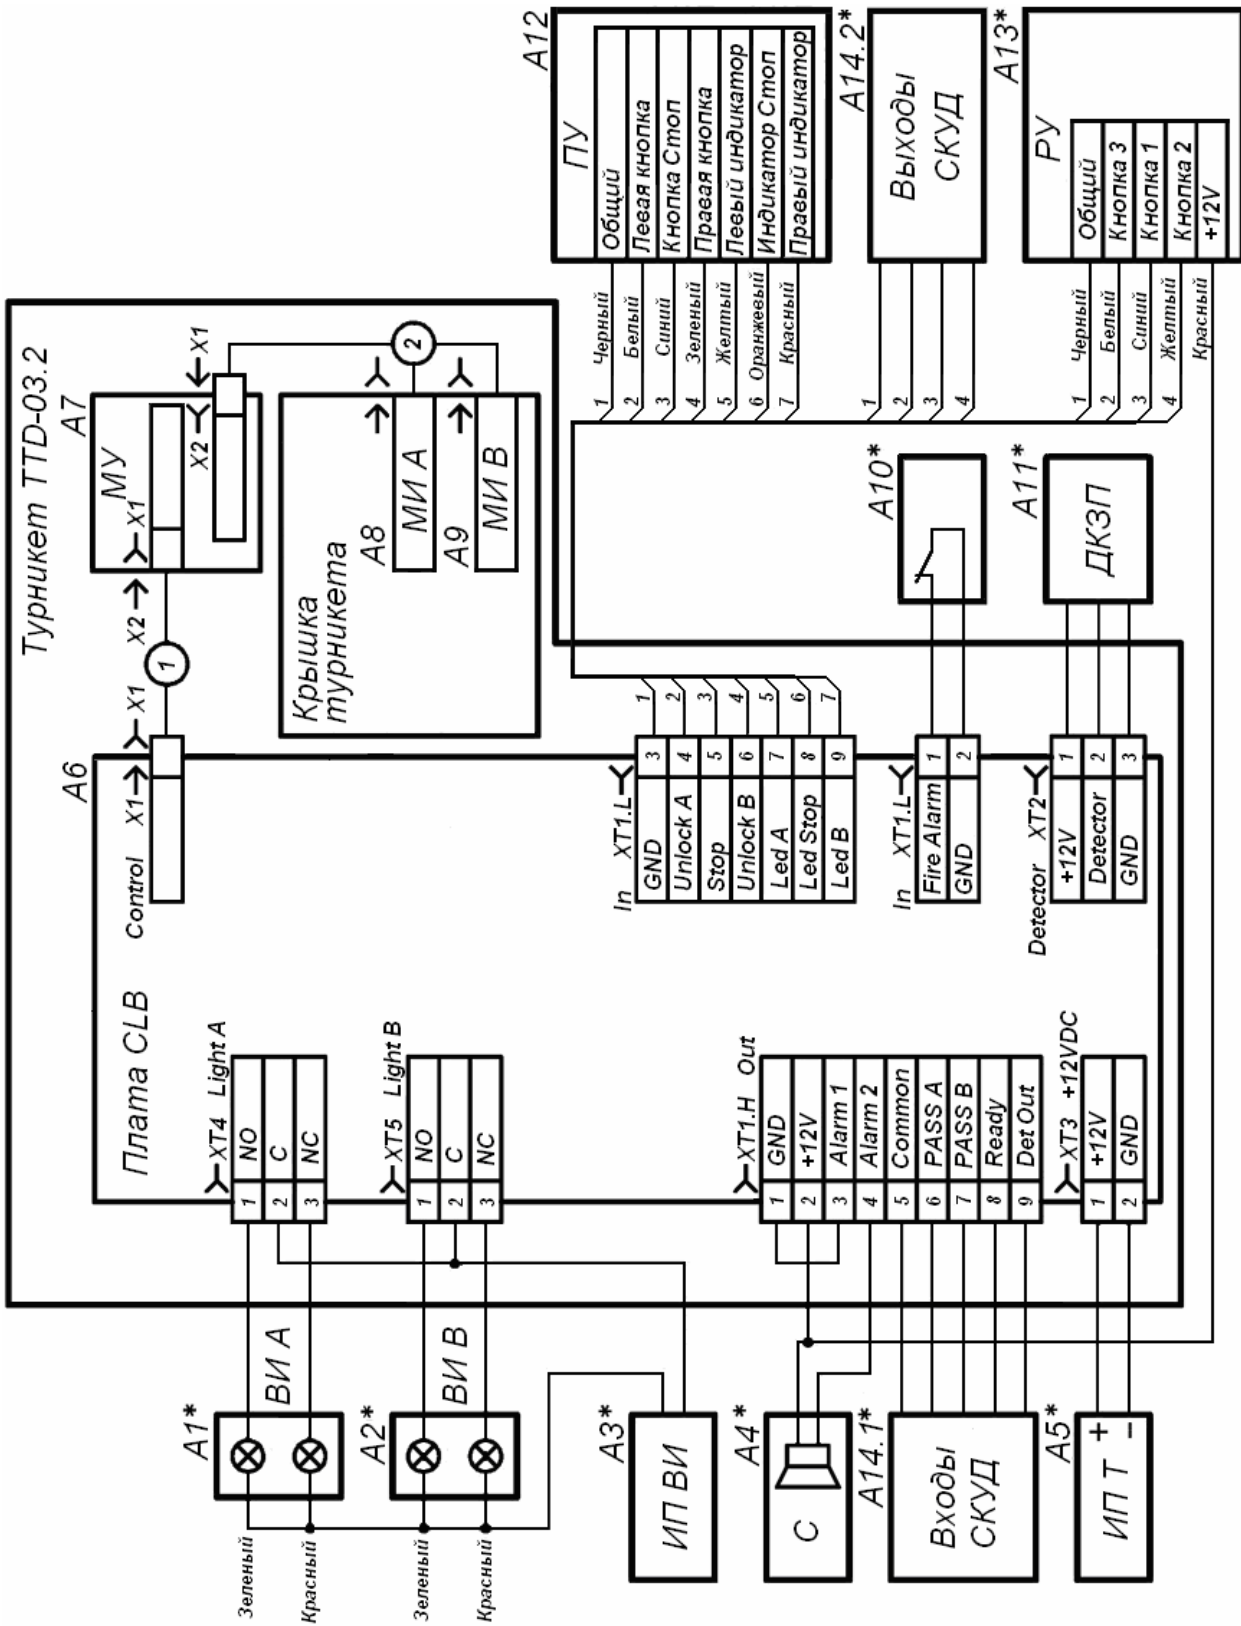

Рисунок 4. Схема электрическая соединений¹
5.2.3 ПДУ / устройство РУ / контроллер СКУД (12) и источник питания турникета (11) подключаются к плате CLB кабелями (13 и 14) в соответствии со схемой электрической соединений (см. рис. 4).